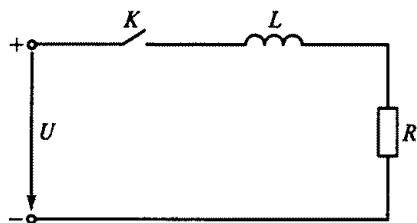

Рис. 140
4.5. В электрической цепи, схема которой приведена на рис. 140, $R = 100$ Ом, $L = 2$ Гн. Какой будет длительность переходного процесса при замыкании ключа К, если считать, что он заканчивается через время $t = 3\tau$?